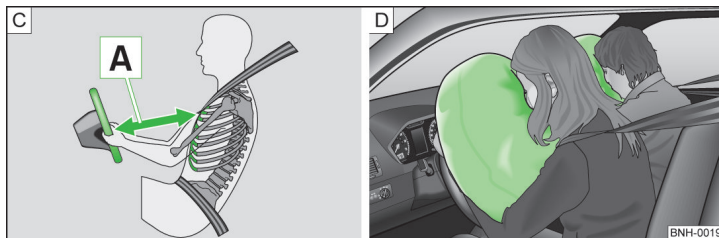

Abb. 9 Sicherer Abstand zum Lenkrad / Gasgefüllte Airbags
Werden die Airbags ausgelöst, entfalten sich diese vor dem Fahrer und Beifahrer » Abb. 9 - D. Beim Eintauchen in den voll aufgeblasenen Airbag wird die Vorwärtsbewegung des Fahrers und Beifahrers gedämpft und das Verletzungsrisiko für Kopf und Oberkörper reduziert.
- Für den Fahrer und Beifahrer ist es wichtig, einen Abstand von mindestens 25 cm zum Lenkrad bzw. zur Schalttafel einzuhalten **A** » Abb. 9. Wenn Sie den Mindestabstand nicht einhalten, kann Sie das Airbag-System nicht schützen - Lebensgefahr! Außerdem müssen die Vordersitze und die Kopfstützen immer der Körpergröße entsprechend richtig eingestellt sein.